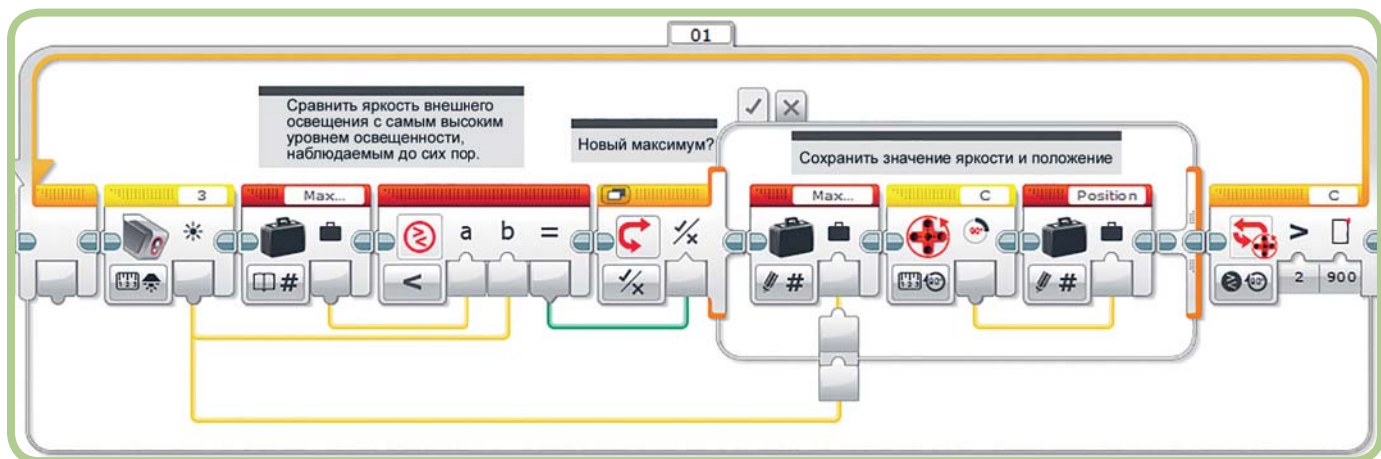

Рис. 11.29. Поиск самого яркого источника света
В следующей части программы (рис. 11.29), с помощью блока **Цикл** (Loop) и режима **Вращение мотора** (Motor Rotation) ⇒ **Сравнение** (Compare) ⇒ **Градусы** (Degrees) робот вращается до тех пор, пока показание датчика вращения мотора не превысит 90°. При каждом выполнении цикла показание датчика цвета сравнивается со значением переменной Max Reading. Если показание датчика превышает текущее значение Max Reading, выполняется код в блоке **Переключатель** (Switch). С помощью этого кода обновляется переменная Max Reading и в переменной Position сохраняется текущее положение мотора, при этом используется показание датчика вращения. Другая вкладка блока **Переключатель** (Switch) блоков не содержит.
5. Если результатом блока **Сравнение** (Compare) является **Истина** (True), с помощью блока **Переключатель** (Switch) запускаются три блока, предусмотренные для случая «Истина», показанные на рис. 11.29. Для случая «Ложь» никаких блоков не предусмотрено.